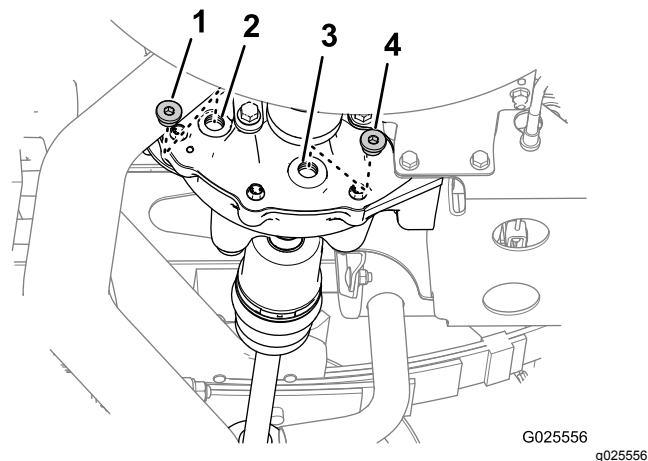

Figura 65
- Allineate una bacinella di spurgo sotto il tappo di spurgo (Figura 65).
- Rimuovete il tappo di riempimento e quello di spurgo dai relativi fori del differenziale (Figura 65).
- Inserite il tappo di spurgo nel relativo foro (Figura 65) e serrate il tappo a 14–19 N·m.
- Aggiungete 550 ml dell'olio specificato nel foro di riempimento del differenziale (Figura 65).
- Inserite il tappo di riempimento nel relativo foro (Figura 65) e serrate il tappo a 14–19 N·m.